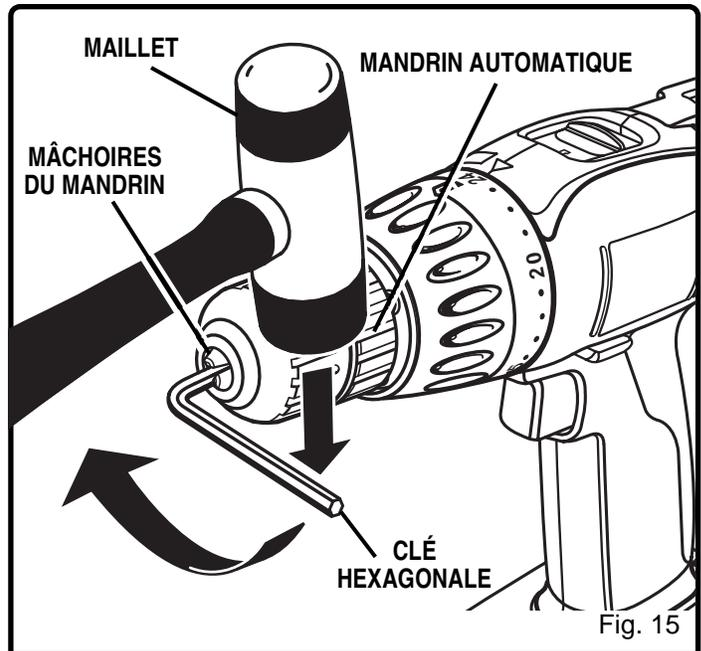

Fig. 15
Voir les Figures 15, 16, et 17.
- Tapotez la clé hexagonale par coups secs avec un maillet dans le sens des aiguilles d'une montre horaire. Voir la Figure 15. Ceci débloquera la vis du mandrin permettant ainsi de le déposer facilement.